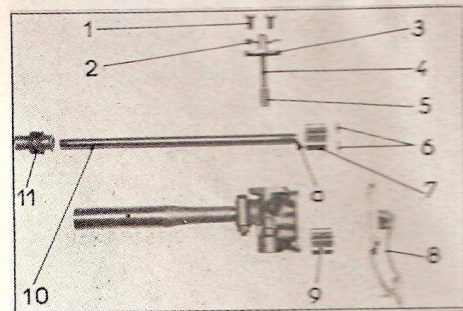

Fig. M 36.
Démontez : les éléments du filtre, le fond de pompe (8), le pignon fou (9) (fig. M 36).